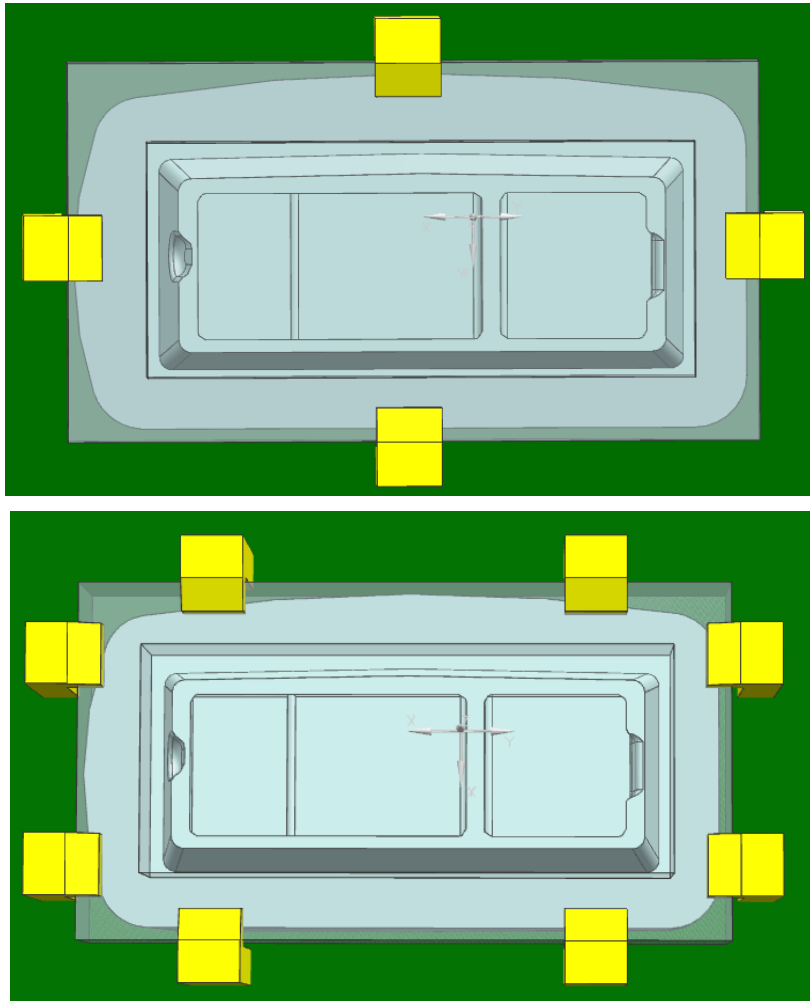

Рис. 2.1. Примеры оснастки для обработки детали
- создайте модели условной оснастки для базирования детали. Для этого в отдельном файле/файлах создайте прижимы и стол. При создании моделей оснастки необходимо учитывать обработанные поверхности детали, а также перестановку прихватов для чистовой обработки детали (дообработки поверхностей под прихватами, см. рис. 2.1);